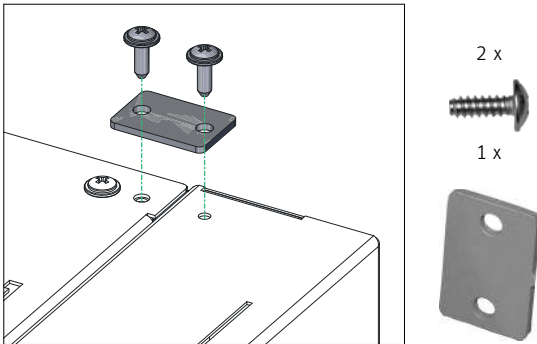

Fig. 68 Seitenwand oben mit 2 Blechschrauben und Befestigungsplättchen festschrauben
- ▶ Seitenwand rechts oben mit 2 Blechschrauben und Befestigungsplättchen festschrauben – Fig. 68.